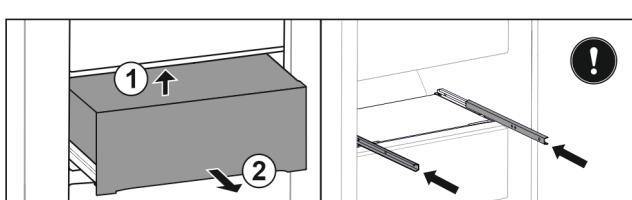

Fig. 159
- Підняти висувний ящик знизу назад. Fig. 159 (1)
- Вийняти висувний ящик рухом вперед. Fig. 159 (2)